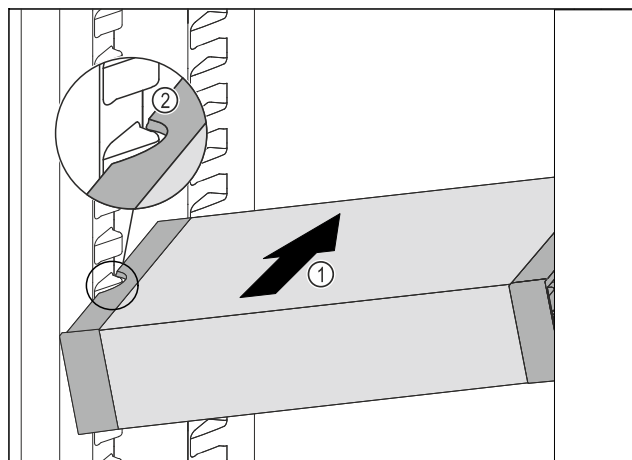

Fig. 139
- ▶ VarioSafe wsunąć ukośnie do chłodziarki Fig. 139 (1), aż boczne wycięcia Fig. 139 (2) VarioSafe będą się znajdować na wysokości żeber pojemnika w chłodziarce.